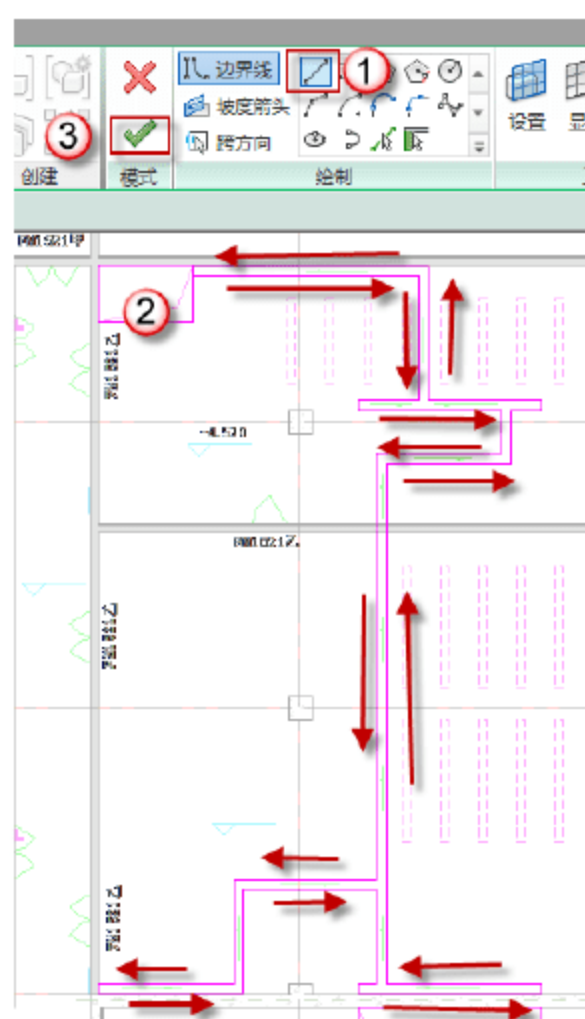
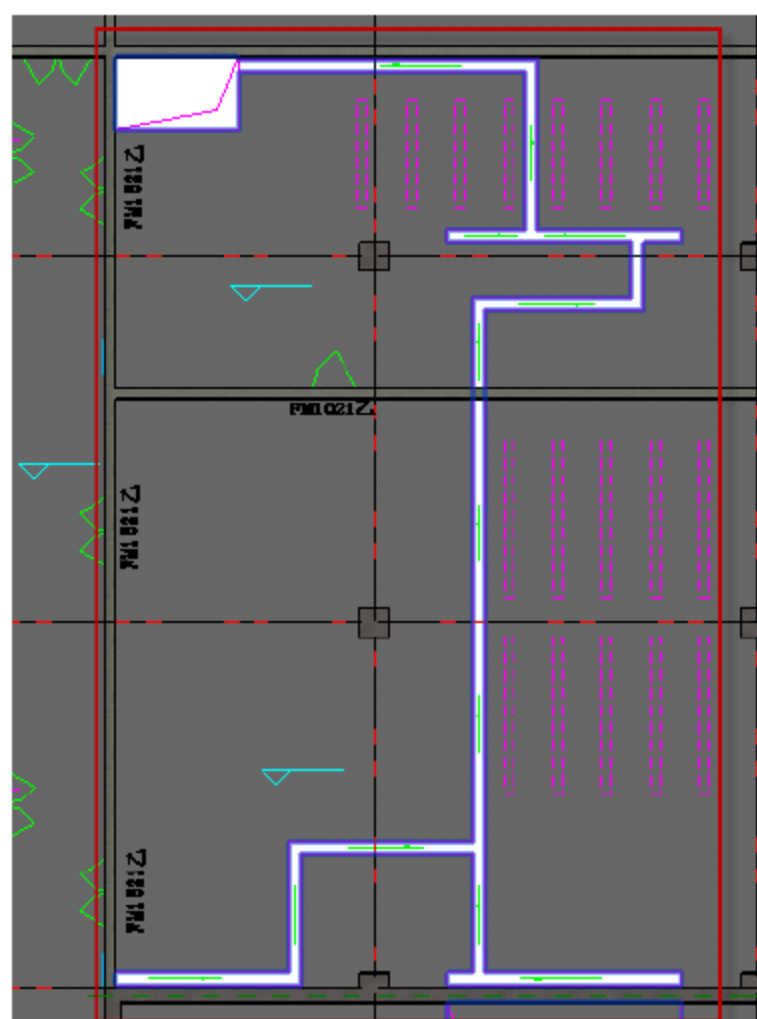

图 9.2.52 地面开洞
图 9.2.53 完成地面开洞
(12) 地面开洞。双击鼠标选择地下室地面，在“绘制”任务栏选择“直线”，在绘图界面需要绘制的地方，绘制 250mm 水沟的轮廓，然后在上下文关联选项卡中单击 √ 按钮，如图 9.2.52 所示，完成地面开洞，如图 9.2.53 所示。